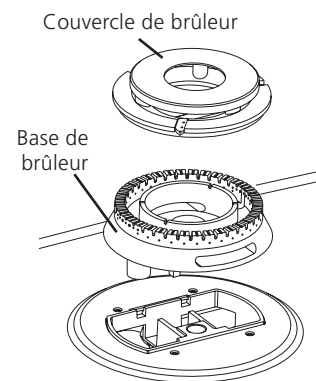

Figure 14
- Vérifiez si l'appareil est à niveau en installant une grille au centre du four et en plaçant un niveau à bulle sur cette dernière (Figure 14).